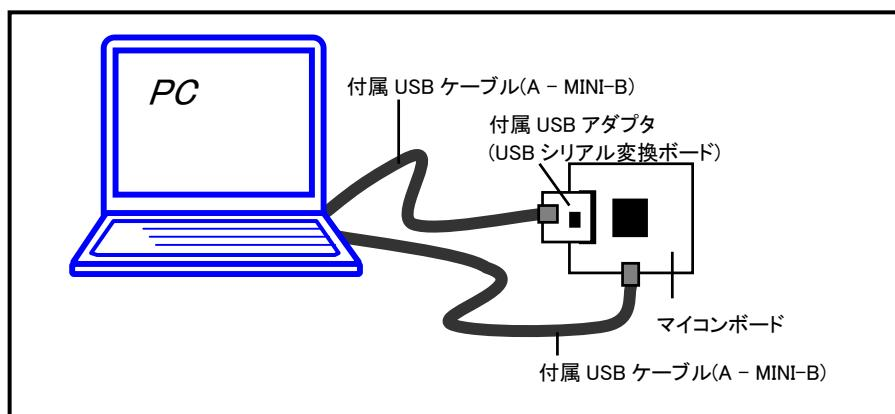

図 5-2 接続設定図
- ②付属の USB-ADAPTER と USB ケーブル(A - MINI-B)を接続してください。
③②で準備した USB ケーブル(A - MINI-B)を PC と接続してください。
④②で準備した USB-ADAPTER をマイコンボードのフラッシュインターフェース(20pin コネクタ)に接続してください。
⑤②で準備した USB ケーブル(A - MINI-B)とは別の USB ケーブル(A - MINI-B)をマイコンボードの J6,PC と接続してください。
⑥DC 電源(2P)より 5V 電源を投入してください。
※②～⑤の接続設定については「図 5-2 接続設定図」をご参照ください